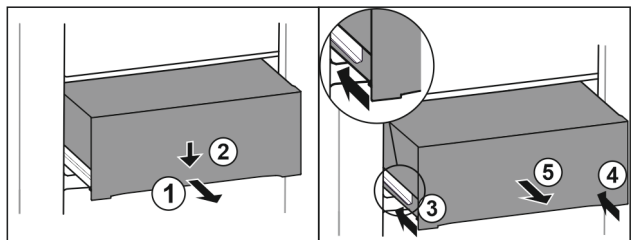

Fig. 100
- Estrarre il cassetto a metà. Fig. 100 (1)
- Premere il cassetto sul lato anteriore verso il basso. Fig. 100 (2)
- Spingere la guida sinistra di circa 2 cm verso l'interno. Fig. 100 (3)
- Spingere la guida destra di circa 2 cm verso l'interno. *Fig. 100 (4)*
- Rimuovere il cassetto tirandolo in avanti. *Fig. 100 (5)*